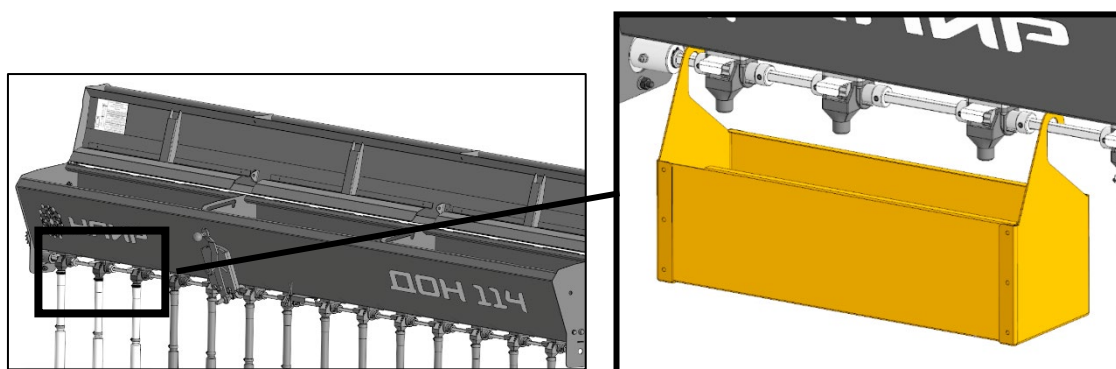

Рисунок 26 – Мелкосемянный бункер
1. Заполнить бункер посевным материалом в зоне работы трёх первых дозаторов, рис.26.
3. Отсоединить семяпроводы от трёх первых дозаторов, рис.26.